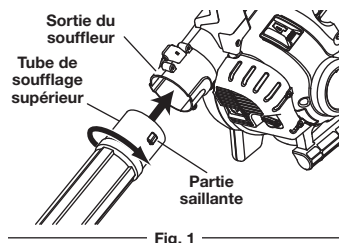

Fig. 1
1. Alignez la partie saillante sur l'extrémité du tube de soufflage supérieur avec l'encoche sur l'extrémité inférieure de la sortie du souffleur (Fig. 1).
2. Insérez le tube de soufflage supérieur dans la sortie du souffleur (Fig. 1).
3. Pivotez le tube de soufflage supérieur vers la droite jusqu'à ce qu'il soit parfaitement en place (Fig. 1).